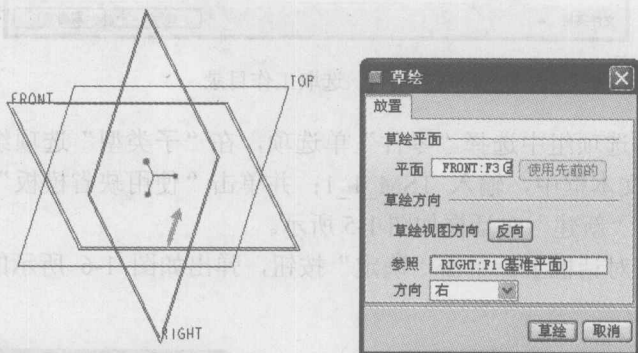

图 1-8 定义草绘平面
4) 选择 FRONT 基准平面作为草绘平面, 接受其他默认设置, 如图 1-8 所示, 接着单击“草绘”按钮, 进入草绘器中。